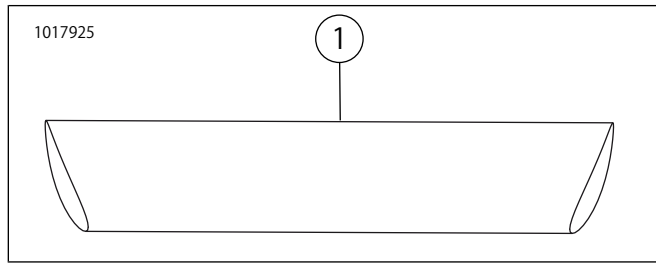
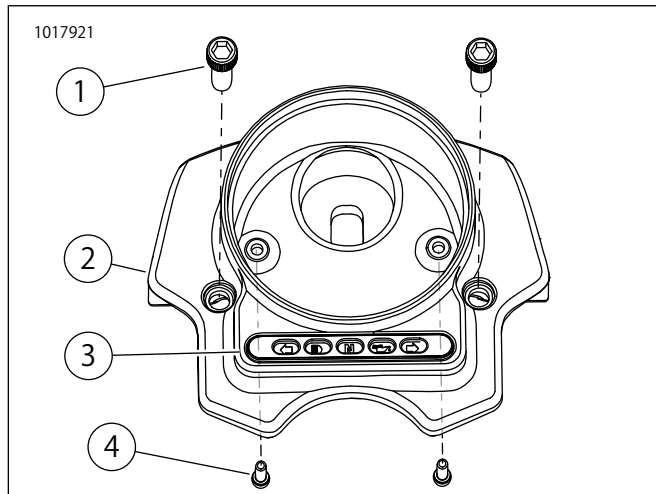
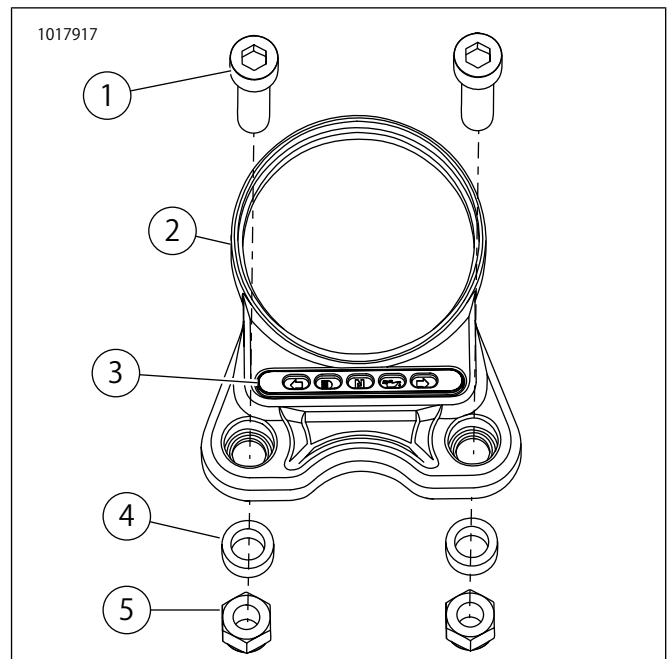

図1。交換用パーツ：2014年以降のXL1200X
図2。交換用パーツ：2014年以降のXL883N
図3。交換用パーツ：2016.5年以降のXL1200CX
「図1」、「図2」、「図3」および「表1」、「表2」、「表3」を参照してください。
1. 「図1」を参照してください。ハンドルパークランププラグ(1)をロアハンドルパークランプに配置します。
4. 「図2」を参照してください。既存のインジケータラмпアッセンブリーと新品のベゼルを移します。
3. 「図3」を参照してください。既存のインジケータランプアッセンブリーと新品のベゼルを移します。
- b. ベゼルのスピードメーターブラケット (2)に内側から粘着させます。